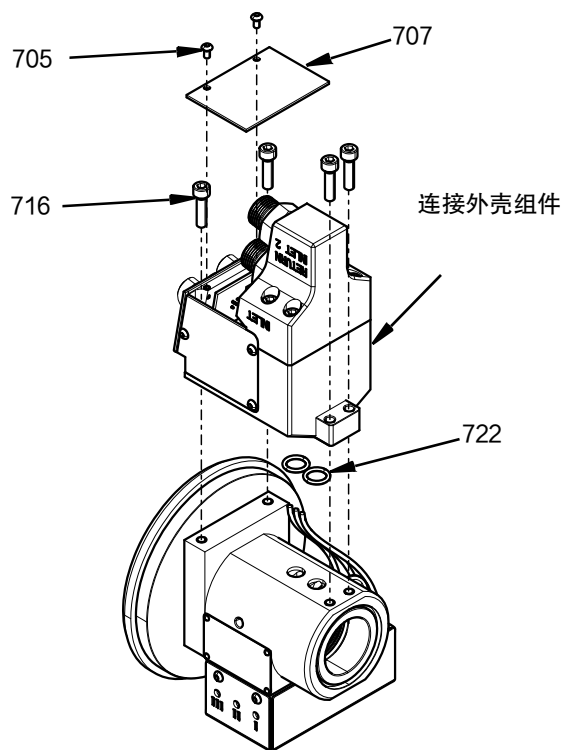

FIG. 24
4. 连接外壳组件通过四个 M5 螺丝 (716) 连接到旋转外壳。用 57.5 英寸-磅 (6.5 牛·米) 的扭力拧紧。然后用两个 M3 螺丝 (705) 固定盖板 (707)。用 12 英寸-磅 (1.35 牛·米) 的扭力拧紧。重新组装前, 应将旧的 O 型圈 (722) 更换为新的 O 型圈。参见 FIG. 24。